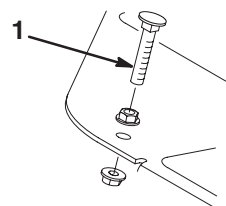

Figure 53
1. Enfoncez la pédale de déplacement. Si la pédale touche la butée (Fig. 53) avant que la tension soit ressentie sur le câble, un réglage est requis.
- A. Desserrez les contre-écrous à collerette de fixation de la butée de pédale au plancher (Fig. 53).